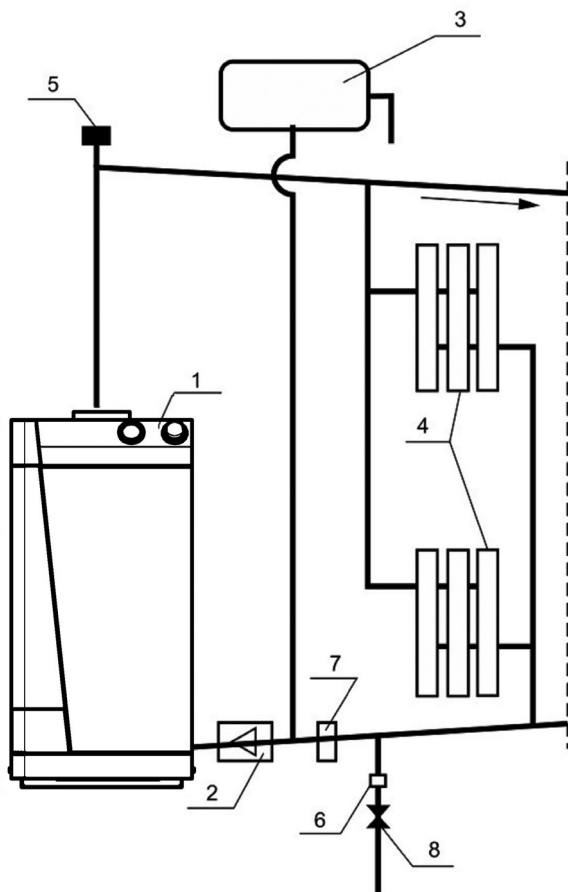

**Рис. 2.**
- 6.7. Расширительный бачок устанавливается в верхней точке главного стояка, в отапливаемом помещении. Запрещается устанавливать вентиль на сигнальной трубе (см. рис. 2, 3).